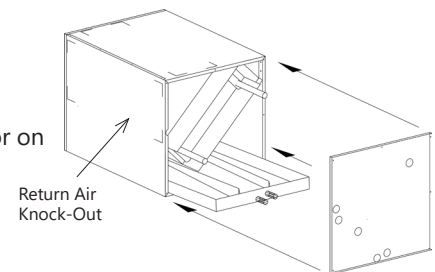

Fig. 10
- 8) Replace front door on module. (Fig. 10)